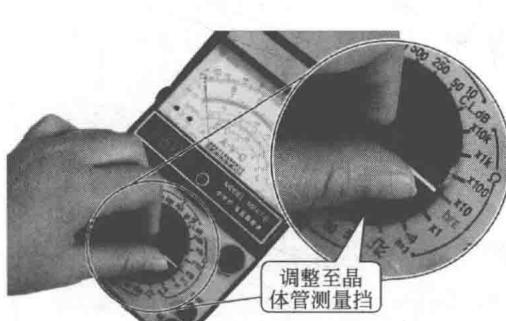

图 1-11 调整万用表功能旋钮
① 选择挡位 将万用表的功能旋钮调整至“hFE”挡，如图 1-11 所示。然后调节欧姆校零旋钮，让表针指到标有“hFE”刻度线的最大刻度“300”处，实际上表针此时也指在欧姆刻度线“0”刻度处。